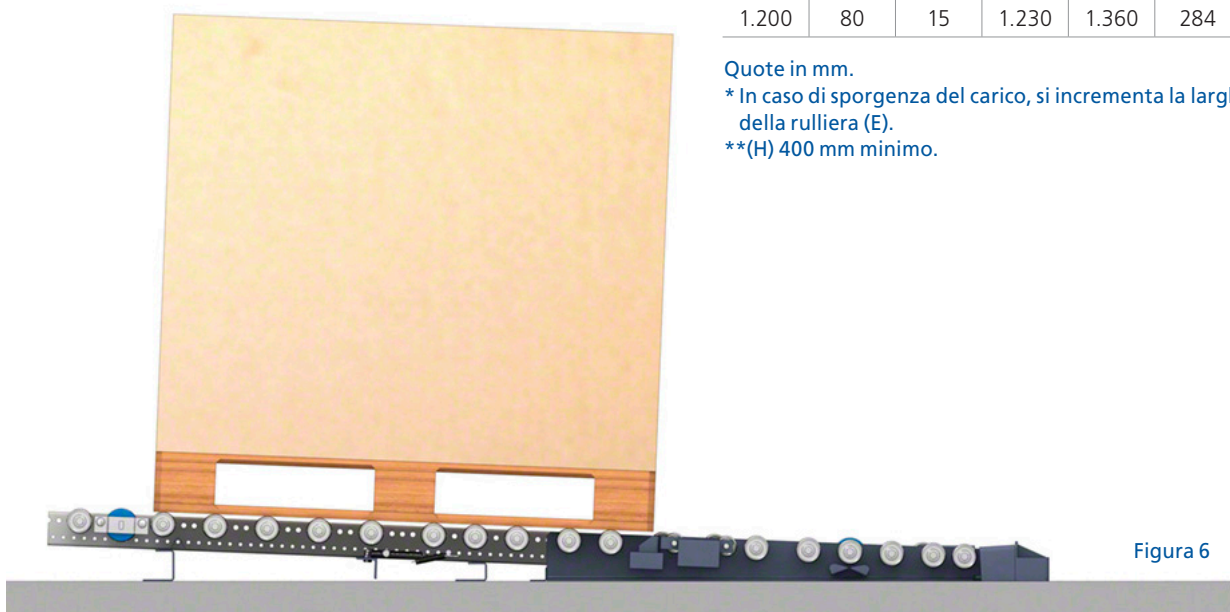

Figura 6
Sotto, la figura 6 rappresenta la collocazione dei binari direttamente a terra per ridurre l'altezza (F).